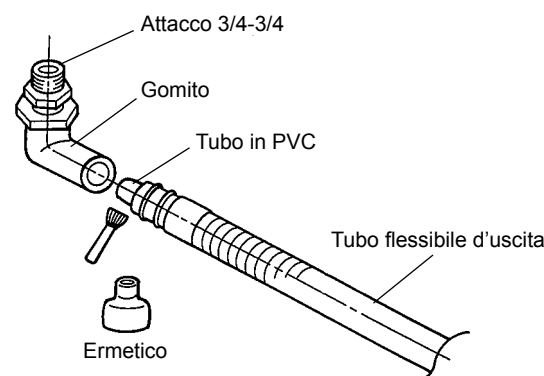

Fig. 7
- 5) Utilizzare un ermetico per tubi (per PVC) per unire il tubo di uscita con il tubo in PVC (accessorio) al gomito come indicato (Fig. 7). Il tubo può essere tagliato alla lunghezza necessaria per adattarsi alla posizione dello scarico principale.